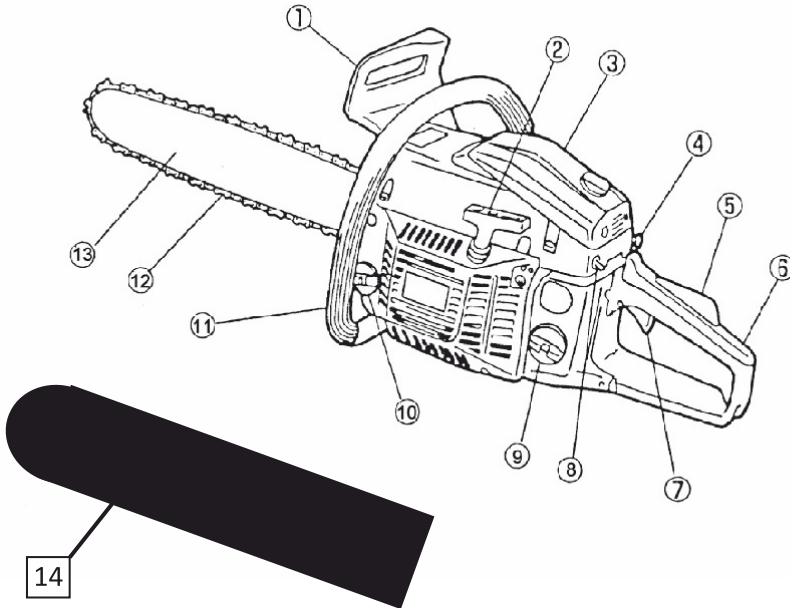

рис.2
Бензопила – пила приводом которой является одноцилиндровый двухтактный бензиновый двигатель внутреннего сгорания. Исполнительным механизмом пилы является пильная шина (рис.2 поз.13) с установленной на ней пильной цепью (рис.2 поз.12). Двигатель передаёт крутящий момент на звёздочку привода цепи через муфту сцепления. Звёздочка приводит в движение пильную цепь (рис.2 поз.12). Двухтактный двигатель работает на смеси неэтилированного бензина с октановым числом не менее 92 и масла для 2-тактных двигателей. Он оснащён карбюраторной системой питания и электронной системой зажигания. Запуск двигателя осуществляется с помощью ручного стартера (рис.2 поз.2). Во время работы на холостых оборотах зацепление не происходит, и пильная цепь не движется. Увеличивая обороты двигателя нажатием на клавишу управления дроссельной заслонки
(рис.2 поз.7), мы увеличиваем центробежную силу воздействующую на колодки сцепления, центробежная сила разводит в стороны колодки сцепления, которые в свою очередь входят в зацепление с барабаном вращая ведущую звездочку цепи. После снижения оборотов двигателя до холостого хода (около 3300 об/ мин), цепь останавливается. Ручной тормоз цепи, для мгновенной остановки в случае внештатной ситуации необходимо нажать рукой на щиток тормоза (рис.2 поз.1) от себя, или при срабатывании автоматического инерционного привода (при отскоке, заземлении цепи). Пила оснащена принудительной системой смазки пильной цепи. Подача масла насосом начинается при достижении двигателем рабочих оборотов.
Перед выполнением работ по сборке, настройке и заправке рабочими жидкостями убедитесь, что выключатель зажигания (рис.2 поз.8) находится в положении выключено.
Ослабьте с помощью комбинированного ключа и снимите с пилы гайки крепления шины (рис.3 поз.1). При снятом тормозе цепи, установите шину (рис.2 поз.13) на крепёжные шпильки в крайнее заднее положение.
Пильную цепь (рис.2 поз.12) установите на ведущую звёздочку. Уложите цепь в паз шины направлением зуба как на рис 5.
- открутите пробку масляного бака (рис.2 поз.10);